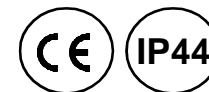

Fig.1
1. The Energostrip may be fitted to the ceiling where the lowest fitting height is 1,8 m (UK 2,3 m) from the floor. See fig. 1 (measurements in cm to fixed objects). If the heater is fitted in vertical position the terminal connection must be positioned at the lower end of a sloping ceiling.
1. L'élément Energostrip peut être monté au plafond à une hauteur minimale de 1,8 m. Voir figure 1 (cotes en cm pour les objets solides).
1. Energostrip kan monteras i tak, där lägsta monteringshöjd är 1,8 m från golvet. Se fig. 1 (mått i cm till fast föremål).
1. EnergoStrip kann an Decken angebracht werden, die eine Mindesthöhe von 1,8 m zum Fussboden aufweisen. Siehe Fig. 1 ( Abstände in cm, s. auch Mindestabstand zu Gegenständen).
1. EnergoStrip kan monteres i tak med laveste monteringshøyde 1,8 mtr. fra gulv. Se fig. 1 (mål i cm til faste detaljer).
1. EnergoStrip ha de ser montado en el techo, donde la altura mínima de instalación es a 1,8 m del suelo. Ver fig. 1 (distancias a objeto fijo, en cm).